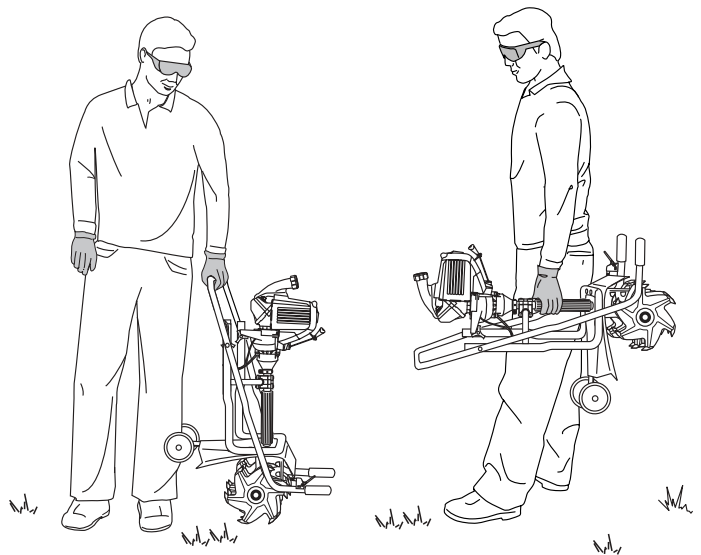

Fig. 36
4. Párese entre las barras del manubrio y tome el centro de la barra para utilizarla como manija de transporte (Fig. 36).